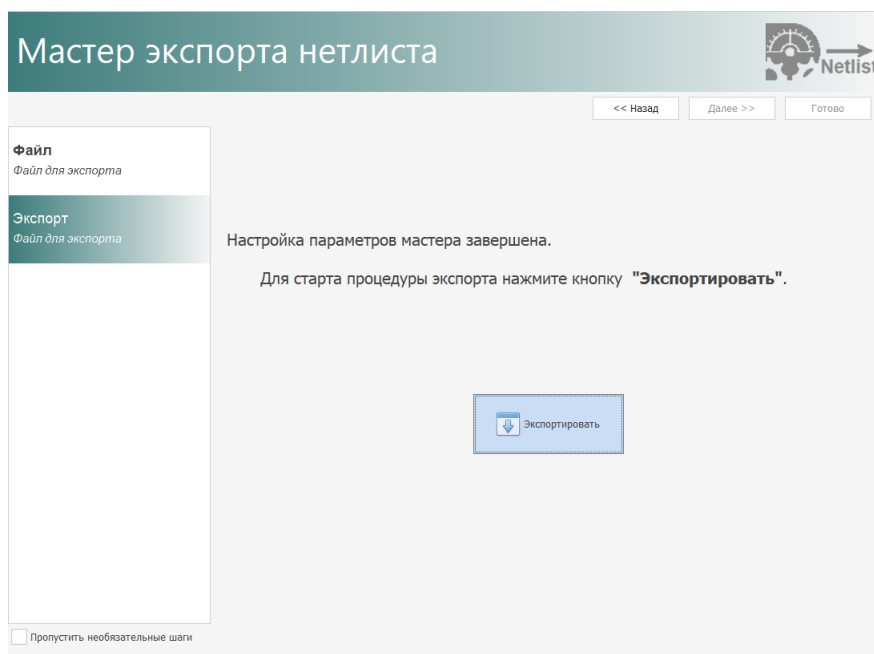

Рис. 79 Запуск экспорта нетлиста
5. Нажмите кнопку «Экспортировать» для запуска процедуры экспорта нетлиста, Рис. 79.